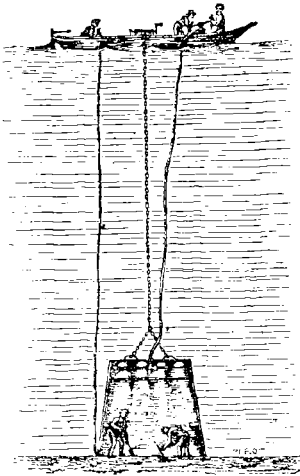

Fig. 54.
2. Toute **cloche à plongeur** consiste en une espèce de grande et lourde cuve renversée (fig. 54), formée quelquefois